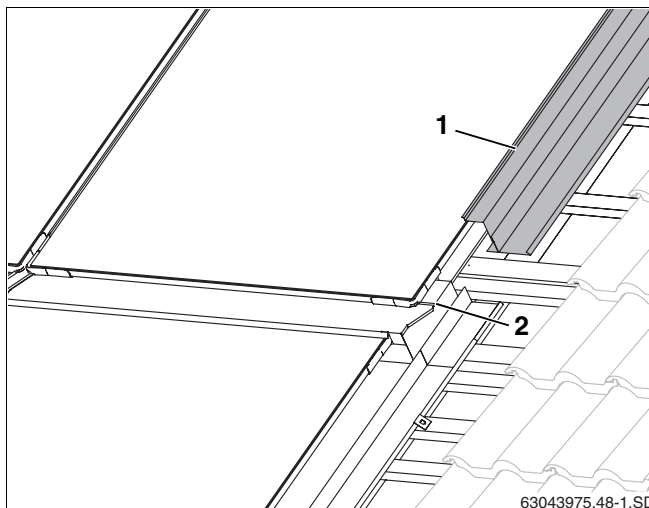

Fig. 55 Chapa protectora superior derecha
- ▶ Monte las chapas protectoras laterales superiores (fig. 55, **pos. 1**) como las inferiores (cap. 10.2 "Chapas protectoras laterales").
- ▶ Deslice las chapas protectoras laterales sobre la unión de la chapa protectora central (fig. 55, **pos. 2**).